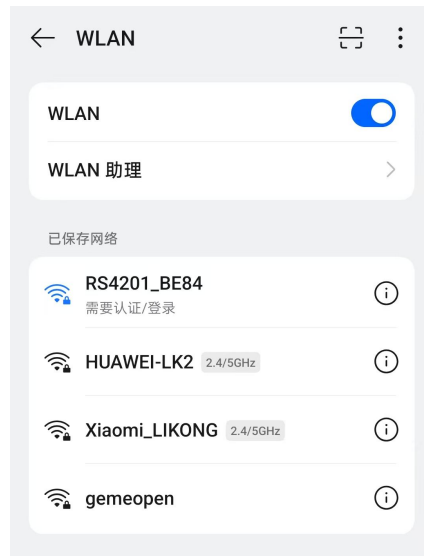

图 1.2
- 1、给集线器通电后会自动开启一个名为“RS4201\_XXXX”的 WIFI 热点，如图 1.2。此热点 30 分钟后会自动关闭，务必在 30 分钟内完成所有配置。